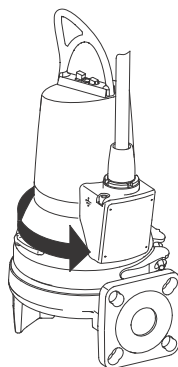

Fig. 8 Pumpens rykkeretning
3. Hvis pumpen er tilsluttet korrekt, vil den give et ryk i modsat retning af omdrejningsretningen. Se fig. 8.